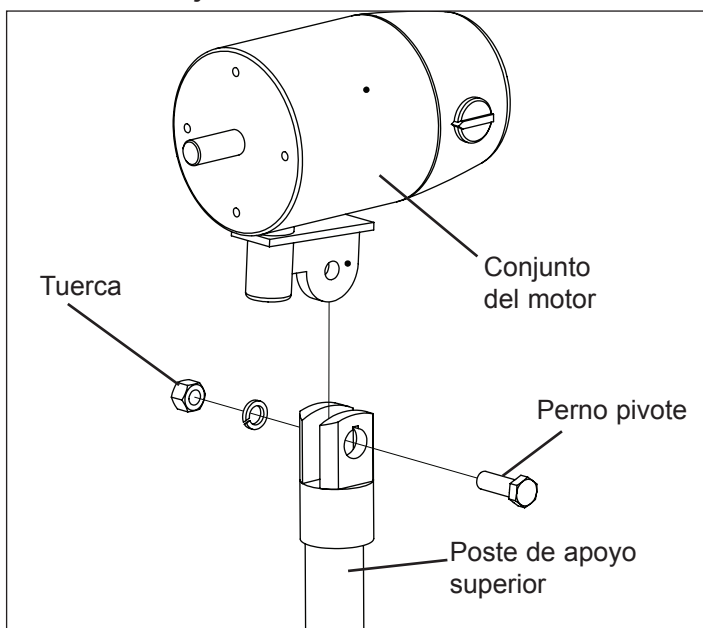

Figura 1: Fijación del motor al conjunto de soporte del motor
1. Retire la base de la protección trasera. Coserve los (2) tornillos que sostienen la base con la protección trasera. Se usarán para conectar la base y el poste de apoyo inferior.
5. Monte el poste de apoyo en la base. Alinee los orificios y use (3) tornillos de la bolsa de herrajes y los (2) tornillos del paso 1 para asegurar el poste de apoyo completo en la base.
7. Monte el conjunto del motor al conector en el poste de apoyo superior (vea la Figura 1). Asegúrese de que los orificios estén alineados.